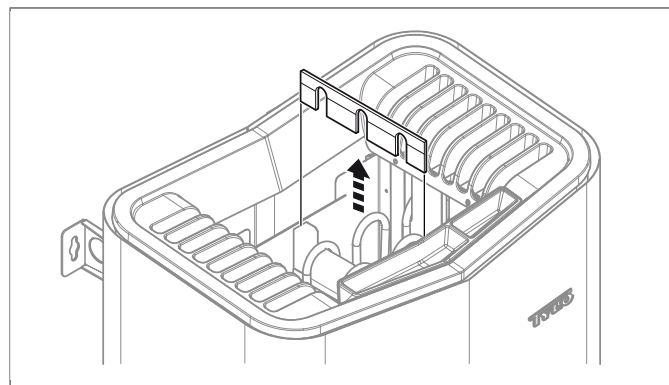

Fig 6: Lyft bort plåten som håller rörelementen på plats
1. Drag loss plåten som håller rörelementen på plats (se Fig 6, sidan 3).